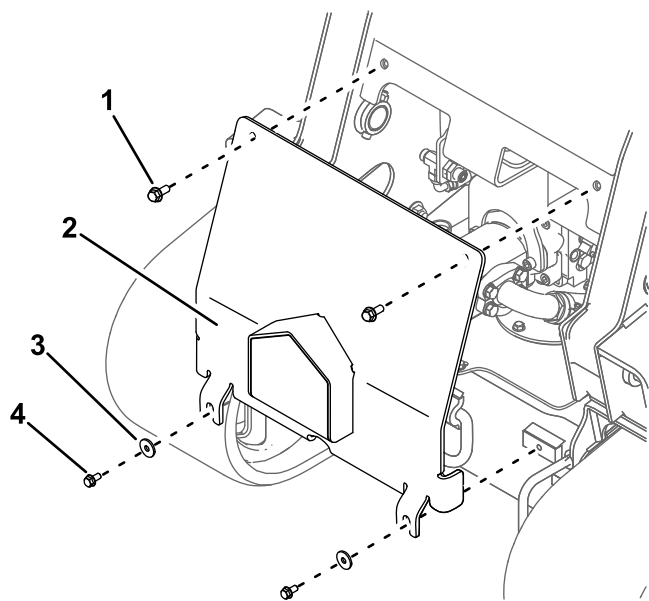

Figura 2
2. Retire la cubierta delantera (Figura 2).